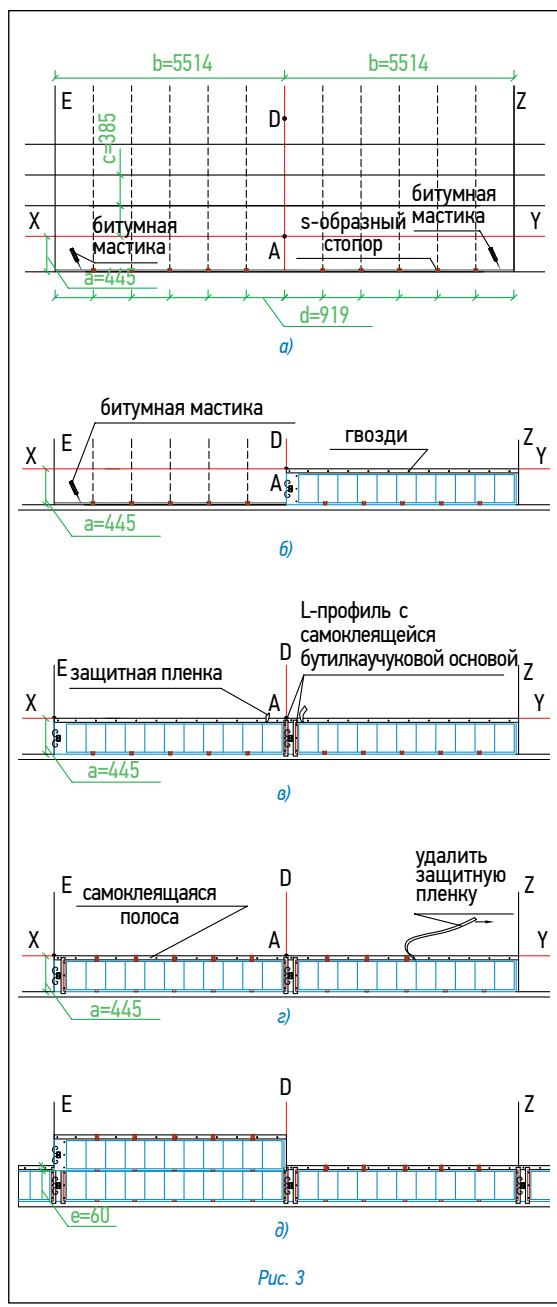

Рис. 3
#### Ендова (рис. 3)
2. «Старт Коппо» укладывается с нахлестом 20 см, место нахлеста тщательно обрабатывается битумной мастикой (рис. 3)
- далее непосредственно на материал «Старт Коппо» укладываются листы черепицы, обрезанные в соответствии с заранее отбитыми линиями (рис. 3)
### Укладка ТЕГОСОЛАР (рис. 3)
- Вдоль линии карниза установите кляммеры-стопоры с шагом 91,9 см согласно разметке (рис. 3а);
- далее в кляммеры-стопоры аккуратно вставьте панели и зафиксируйте их по нижнему краю битумной мастики, по верхнему – гвоздями с шагом 25 см через специально отведенные отверстия (рис. 3б);
- далее для обеспечения герметичности соединения панелей установите L-профиль, имеющий самоклеящуюся бутилкаучуковую основу (рис. 3в); L-профиль закрепите гвоздями через предусмотренные в нем отверстия;
- перед укладкой второго ряда черепицы снимите защитную пленку с верхней части уложенной черепицы первого ряда (рис. 3г);
- по верхнему краю уже уложенного первого ряда панелей установите кляммеры-стопоры с шагом 91,9 см согласно разметке (рис. 3г) и закрепите гвоздями через специально предусмотренные в них отверстия;
- следующую панель аккуратно вставьте в кляммеры-стопоры таким образом, чтобы нахлест на ранее установленные панели первого ряда составлял 6 см и она частично перекрывала уже установленные L-профили (рис. 3д);
- закрепите панели при помощи гвоздей с шагом 25 см через специально отведенные отверстия (рис. 3б);
Гвозди, которыми была закреплена основная черепица, должны быть закрыты, поэтому укладка панелей в этом случае начинается ниже линии крепления черепицы. Уровень этой линии для некоторых моделей черепицы ТЕГОЛА приведен на рис. 4. Далее разметку и укладку панелей следует выполнять согласно рис. 2 и рис. 3.
- ровно по центру ендовой расстилается специальный рулонный материал «Аква-ролл», фиксируется в верхней части двумя гвоздями и обрезается в нижней части по линии карниза (рис. 3а);